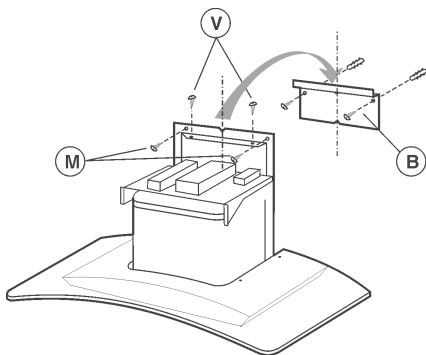

fig.8
Fixation murale de la hotte (fig. 8)
2. Fixez le support métallique (B) au mur à l'aide des vis et chevilles (fig. 8). Repérez les 2 petits triangles sur le support afin de le placer exactement le long de l'axe vertical de la hotte.
2. Repérez l'emplacement des 2 trous (M) à réaliser (fig. 8). Décrochez la hotte puis percez les trous \varnothing 8mm. Placez les chevilles dans les trous.
3. Accrochez la hotte; s'il faut régler la hotte en hauteur, agir sur les vis (V) de réglage (fig. 8).
4. Fixez la hotte définitivement à l'aide des 2 vis (M) – fig.8.